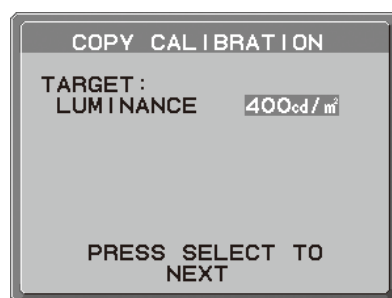

図 12
6. 液晶ディスプレイ A の輝度が液晶ディスプレイ B に表示されます（図 12）。この値は変更できません。